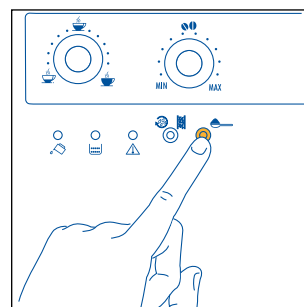

Fig.18
1. Tryk på tasten  for at vælge funktionen med malet kaffe (fig. 18). Kontrollampen, der findes i tasten, tændes for at vise at funktionen er indstillet og at kaffekværnen ikke bruges.